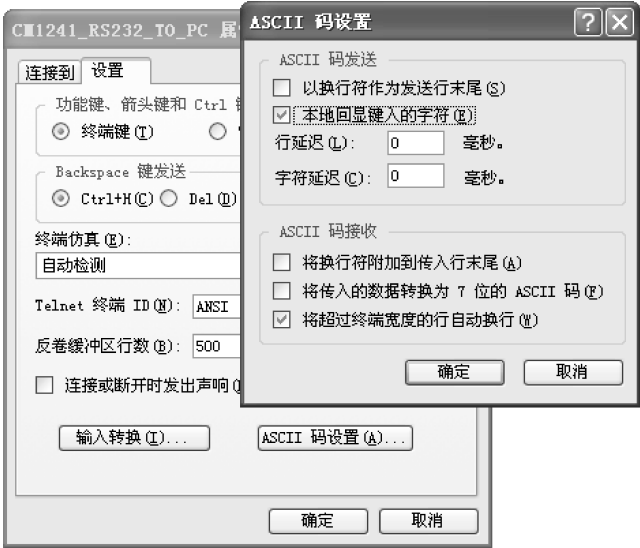

图 8-49 ASCII 码设置
2) 组态 ASCII 码参数。在超级终端中，通过菜单命令“文件”→“属性”打开属性对话框，单击“设置”选项卡的“ASCII 码设置”按钮，打开“ASCII 码设置”对话框，如图 8-49 所示，勾选“本地回显键入的字符”选项。